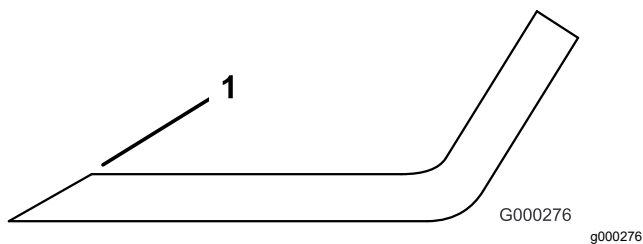

Bild 128
3. Prüfen Sie die Schnittkanten aller Messer und schärfen die Kanten, wenn sie stumpf sind oder Kerben haben (**Bild 128**).
Hinweis: Schärfen Sie nur die Oberseite der Schnittkante und behalten Sie den ursprünglichen Schnittwinkel bei, um die Schärfe des Messers zu gewährleisten (**Bild 128**). Das Schnittmesser bleibt ausgewuchtet, wenn von beiden Schnittkanten die gleiche Materialmenge entfernt wird.